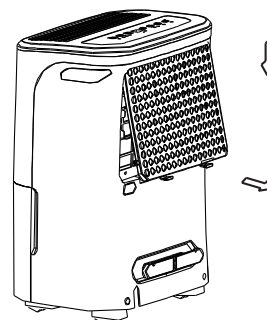

Imagen 8
- Agarre la pestaña del filtro y tire de ella hacia arriba, a continuación tire hacia afuera como se muestra en la Imagen 8.